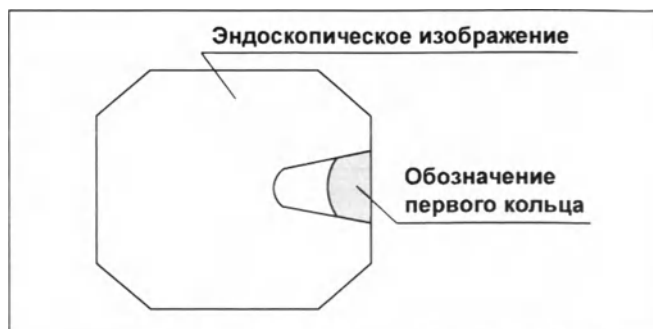

Рис. 4.9
- Убедитесь, что дистальный конец датчика аргонплазменного коагулятора находится на расстоянии более 10 мм от дистального конца эндоскопа (см. рис. 4.9). Признаком того, что зонд выдвинут на 10 мм или более, является появление на эндоскопическом изображении обозначения первого кольца на дистальном конце зонда аргонплазменного коагулятора. Несоблюдение этого условия приведет к неправильному облучению подвергаемого лечению участка и повреждению эндоскопа. Использование неисправного эндоскопа может привести к травмам пациента.